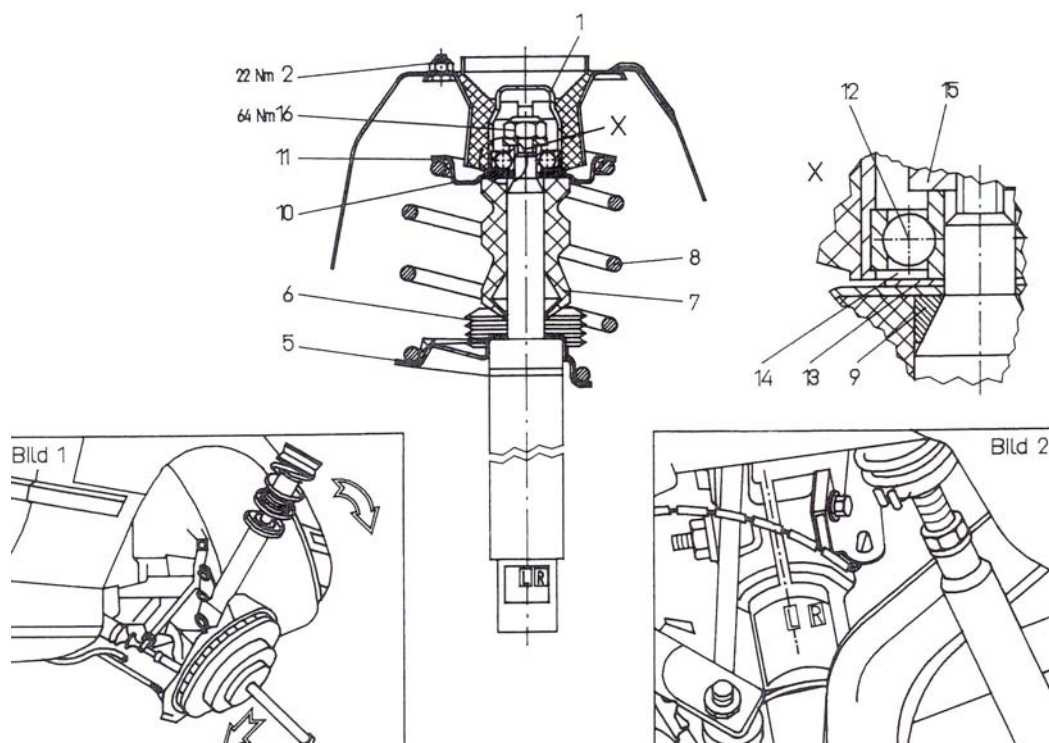

Fig. 1:
- Kappe (1) und Befestigungsmutter (2) entfernen.
- Schwenklager mit einem Hebel z.B. Steckschlüssel mit Verlängerung, nach unten drücken, bis das Federbein nach außen aus dem Radhaus gekippt werden kann. (Fig. 1).
- Federbeinklemmung (3) aufschrauben und Federbein entfernen.
- SACHS Federbein (4) mit den Original Teilen: Gummiunterlage (5), Faltenbalg (6) und dem SACHS Druckanschlag (7) bestücken.
- SACHS Feder (8) mit Federspanner vorspannen und auf dem Federteller justieren.
- Original Stützscheibe (9) auf die Kolbenstange stecken.
- Oberen Federteller (10) mit Gummiunterlage (11) auf die Feder bringen.
- Remove the cap (1) and fastening nut (2).
- Press the swivel bearing with a lever (e.g. a socket wrench with an extension) down until the spring strut can be tipped out of the wheel arch toward the outside (Fig 1).
- Screw on the spring strut clamp (3) and remove the spring strut.
- Fit the SACHS spring strut (4) with the original parts: rubber support (5), bellows (6) and the SACHS pressure stop (7).
- Pretension the SACHS spring (8) with the spring tensioner and adjust to the spring cap.
- Fit the original support disc (9) on the piston rod.
- Fit the top spring cap (10) with its rubber support (11) on the spring:
- Retirer le chapeau (1) et l'écrou de fixation (2).
- Pousser le coussinet orientable vers le bas avec un levier, par exemple au moyen d'une clé à pipe avec rallonge, jusqu'à ce que la jambe de force à ressort puisse être basculée vers l'extérieur hors du logement de la roue (Fig. 1).
- Dévisser le serre jambe de force (3) et enlever la jambe de force.
- Pourvoir la jambe de force SACHS (4) des pièces originales suivantes : support en caoutchouc (5), soufflet (6) et butée de pression SACHS (7).
- Serrer légèrement le ressort SACHS (8) avec un monté ressort et ajuster sur la coupelle de ressort.
- Insérer la rondelle d'appui (9) sur la tige du piston.
- Amener la coupelle de ressort supérieure (10) avec le support en caoutchouc (11) sur le ressort.
- Retirar el tapón (1) y la tuerca de sujeción (2).
- Presionar hacia abajo el cojín orientable con ayuda de una palanca, una llave de vaso con alargador, hasta que el amortiguador pueda volcarse hacia el exterior del paso de rueda. (Fig. 1).
- Desatornillar la sujeción de la columna de suspensión (3) y extraer la columna de suspensión.
- Montar el amortiguador SACHS (4) con las piezas originales: asiento de goma (5), fuelle (6) y el tope de presión de SACHS (7).
- Pretensar el muelle SACHS (8) con el tensor y ajustarlo al plato de resorte.
- Introducir la arandela de apoyo original (9) en el vástago del pistón.
- Colocar el plato de resorte superior (10) con el asiento de goma (11) sobre el muelle.